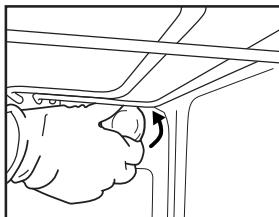
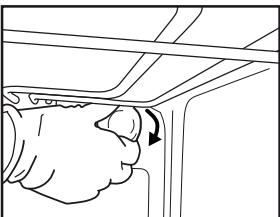

Рис. 6
Рис. 7
2. Викрутіть плафон (рис. 6), замініть лампочку (див. примітку щодо типу ламп) і закрутіть плафон назад (рис. 7).